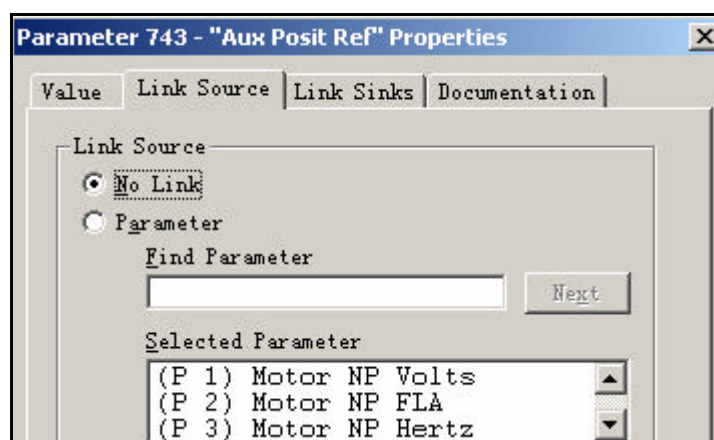

图 6-30 删除参数的连接
18) 双击参数 743 [Aux Posit Ref]，使用同样方法删除该参数的连接，如图 6-30 所示。